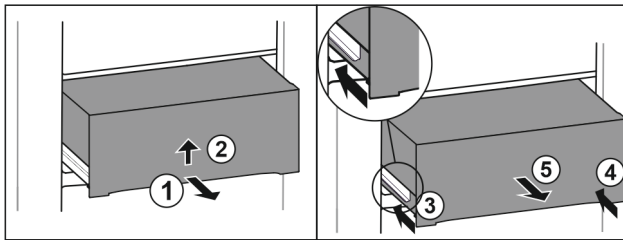

Fig. 50
- ▶ Extrageți pe jumătate sertarul. Fig. 50 (1)
- ▶ Ridicați sertarul de partea inferioară. Fig. 50 (2)
- ▶ Inșerați șina din stânga. Fig. 50 (3)
- ▶ Inșerați șina din dreapta. Fig. 50 (4)
- ▶ Extrageți sertarul spre înainte. Fig. 50 (5)